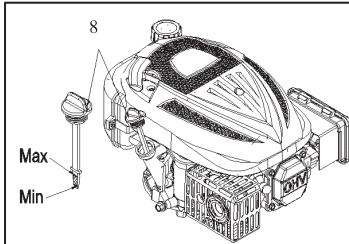

Abb. 7
2. Entfernen Sie den Öleinfülldeckel/Ölmessstab (8) und wischen Sie ihn ab.
3. Stecken Sie den Öleinfülldeckel/Ölmessstab (8) wie dargestellt in den Öleinfüllstutzen, schrauben Sie ihn jedoch nicht fest, sondern ziehen Sie ihn wieder heraus, um den Ölstand abzulesen.
4. Falls sich der Ölstand in der Nähe von oder unterhalb der unteren Grenzwertmarkierung befindet, entfernen Sie den Öleinfülldeckel/Ölmessstab (8) und füllen Sie das empfohlene Öl bis zur oberen Grenzwertmarkierung (untere Kante der Öleinfüllöffnung) nach. Nicht überfüllen.
5. Instalieren Sie dann wieder den Öleinfülldeckel/Ölmessstab (8). (Abb. 7)